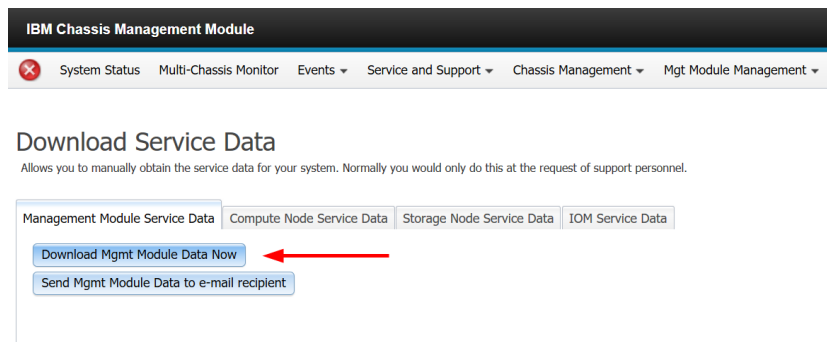

图 18: Chassis Management Module 下载服务数据
3. 单击 Download Mgmt Module Data Now 按钮，如图 18 所示。